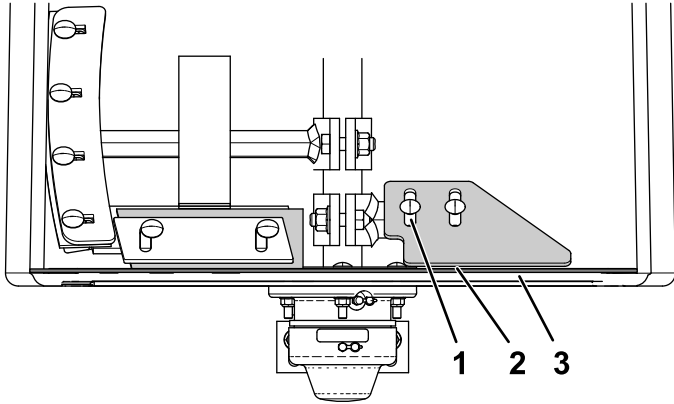

Figura 76
2. Afloje los pernos de cabeza redonda y las contratueras prensadas que sujetan la paleta de extremo ajustable a la paleta fija. (Figura 76)